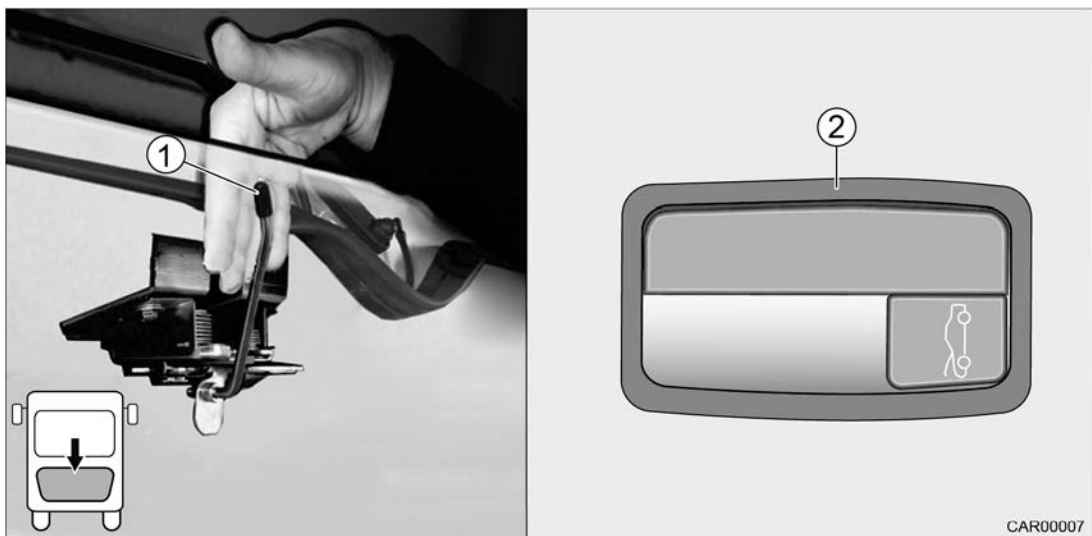

Fig. 16 Ouvrir le capot moteur
1. Déverrouiller le capot moteur avec le levier (Fig. 16/2) à gauche sous le tableau de bord.
2. Glisser le levier de sécurité (Fig. 16/1) derrière le capot moteur vers la gauche pour débloquer le verrouillage.